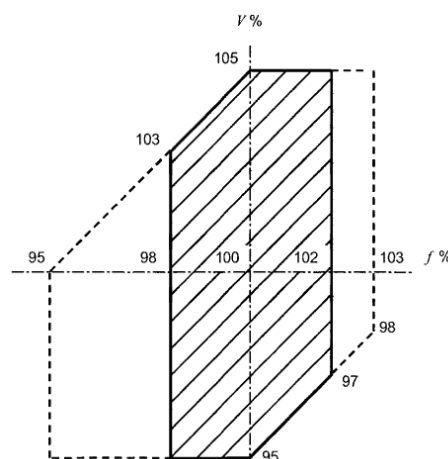

Figura 2.1: Limites das variações da tensão e frequência (IEC60034-3)
- Conforme definido pela área sombreada da Figura 2.1, o compensador deverá ser capaz de fornecer continuamente sua potência nominal, operando em seu fator de potência nominal, com uma variação de $\pm 5\%$ da tensão e de $\pm 2\%$ da frequência. Conforme o ponto de operação se distância dos valores nominais de frequência e tensão, a temperatura dos enrolamentos do gerador pode aumentar progressivamente;
- Conforme definido pelo limite exterior da Figura 2.1, o gerador também deverá ser capaz de fornecer continuamente sua potência nominal, operando em seu fator de potência nominal, com uma variação de $\pm 5\%$ da tensão e de +3 e -5% da frequência. No entanto, neste caso a elevação de temperatura será ainda maior do que no caso anterior. Assim, para minimizar a redução do tempo de vida do gerador devido aos efeitos da temperatura, a operação fora da área sombreada deverá ser limitada quanto a sua extensão e frequência com que ocorre. A potência do gerador deve ser reduzida ou outra medida corretiva deve ser tomada.